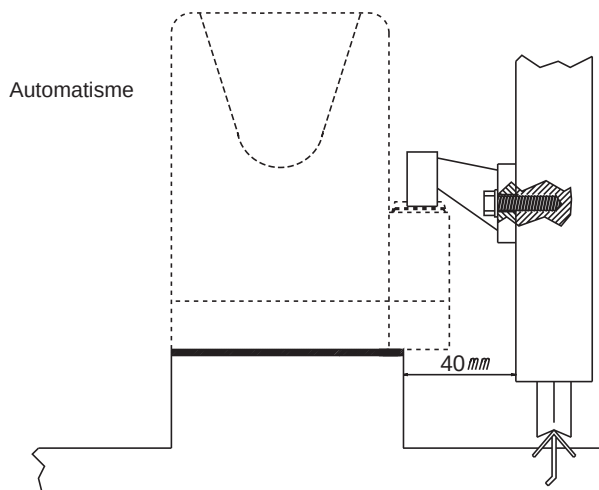

Fig. 3
Avant de fixer l'opérateur, vérifier la distance entre le portail et le pignon (voir figure 3).
N.B. : la contre-plaque doit être maçonnée ou fixée en respectant scrupuleusement les mesures indiquées fig. 3 pour assurer un bon engrenage entre le pignon du motoréducteur et la crémaillère.
- Positionner le motoréducteur en respectant les mesures indiquées sur la fig. 3. Poser le motoréducteur sur la contre-plaque de façon à ce que les vis M8 x 30 entrent dans les deux trous de fixation de la fonte et fixer les écrous sur une rondelle plate et une rondelle dentée, voir fig. 4B détail E.